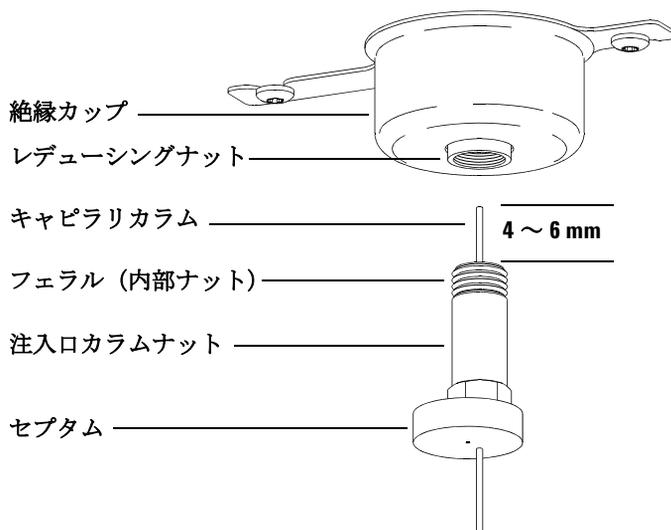

図 8 スプリット/スプリットレス注入口へのキャピラリカラムの取り付け
- 2 カラムをフェラルの端から 4 ~ 6 mm 出るように調整します (図 8)。